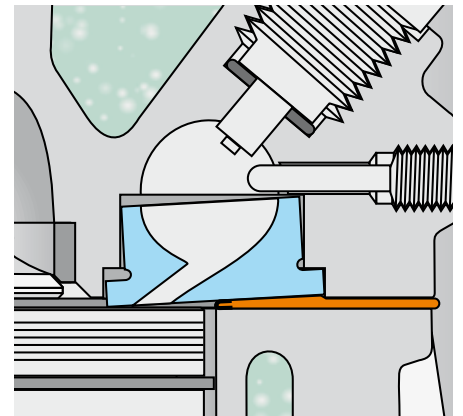

Abb. 3
1. Die Wirbelkammer hat sich gesetzt oder verfügte schon beim Einbau nicht über den notwendigen Überstand. Der Wirbelkammereinsatz kippt in seinem Sitz und kollidiert mit dem Kolben. Der Verbrennungsdruck und die Überhitzung der Kammer (schlechte Wärmeabfuhr) unterstützen das Kippen zusätzlich (Abb. 3).